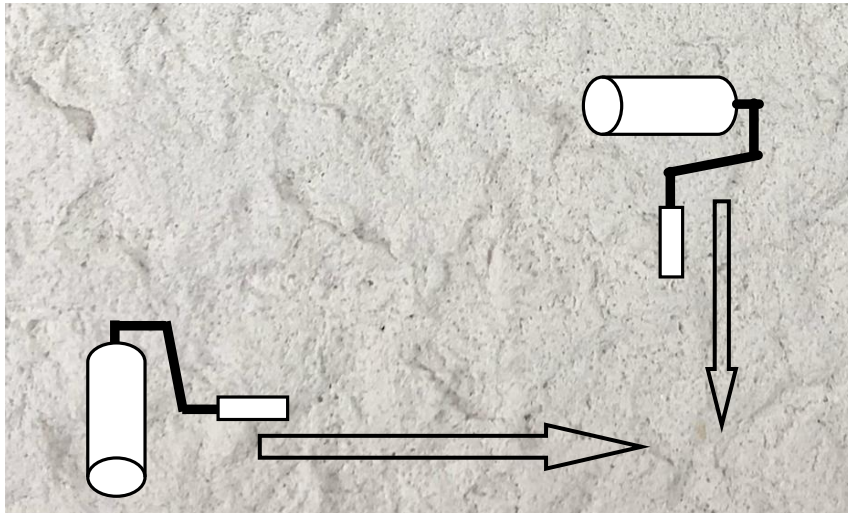

図3
<ul style="list-style-type: none"> ・塗膜に転写液JT-180Nをスプレーで塗布する(図1)。 ・専用ローラーJR-198に転写液JT-180Nを塗布する(図2)。 ・配り塗りした塗材が乾燥しないうちに、JR-198を縦横方向に転がし、パターン付けを行う。(図3)
- ・ ローラーは、縦横方向に転がす。(図3)